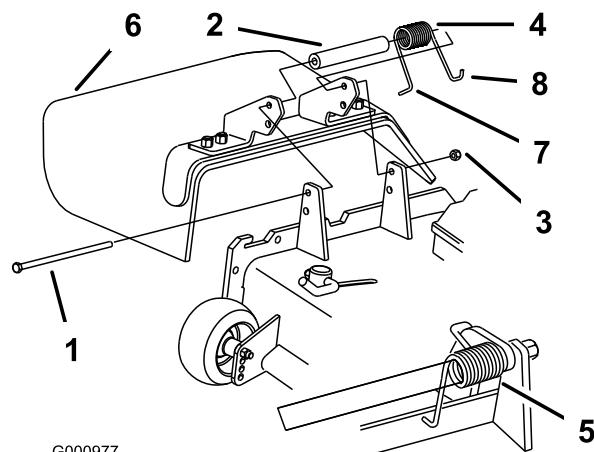

Bild 38
1. Entfernen Sie die Sicherungsmutter, Schraube, Feder und das Distanzstück, mit denen das Ablenkblech an den Drehhalterungen befestigt ist (Bild 38). Entfernen Sie defekte oder abgenutzte Ablenkbleche.
Hinweis: Stellen Sie sicher, dass sich das L-Ende der Feder hinter der Mähwerkskante befindet, bevor Sie die Schraube einführen, siehe Bild 38.
3. Setzen Sie die Schraube und Mutter ein. Führen Sie das J-förmige Hakenende der Feder um das Ablenkblech (Bild 38).